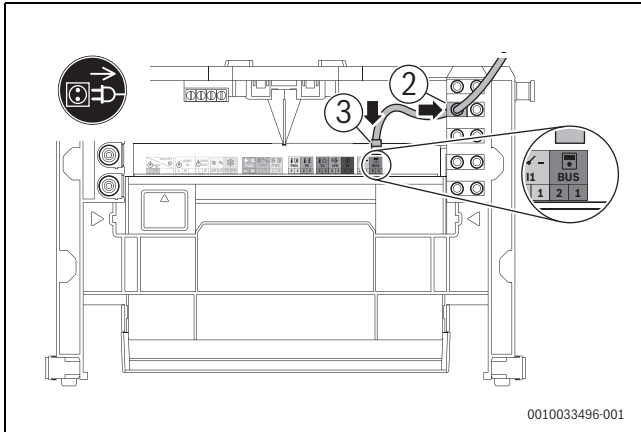

Bild 137 Zubehör CS 36 an BUS anschließen
- ▶ Zugentlastung des BUS-Kabels einsetzen (→ Bild 137, [2]).
- ▶ BUS-Kabel am BUS-Steckplatz der Klemmleiste anschließen (→ Bild 137, [3]).